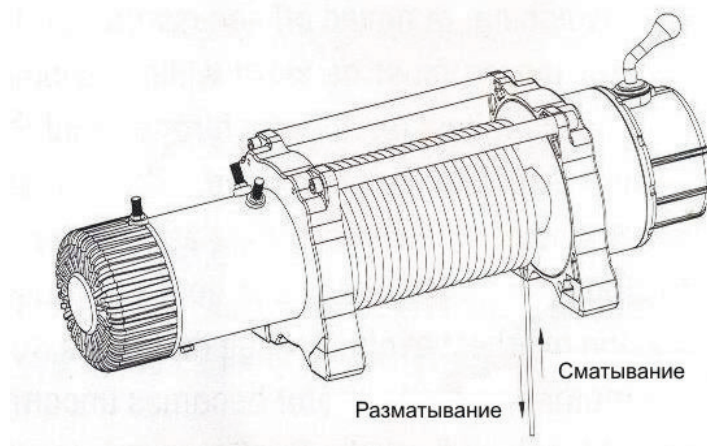

Рисунок 2.
4. Проверьте направление после установки. Трос должен наматываться через нижнюю часть барабана (рисунок 2).